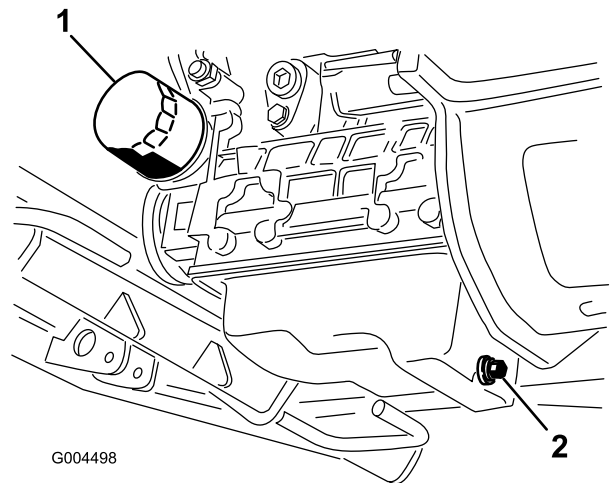

Figura 66
3. Coloque un recipiente debajo del capó, alineado con el tapón de vaciado (Figura 66).
6. Retire el filtro de aceite e instale uno nuevo (Figura 66).